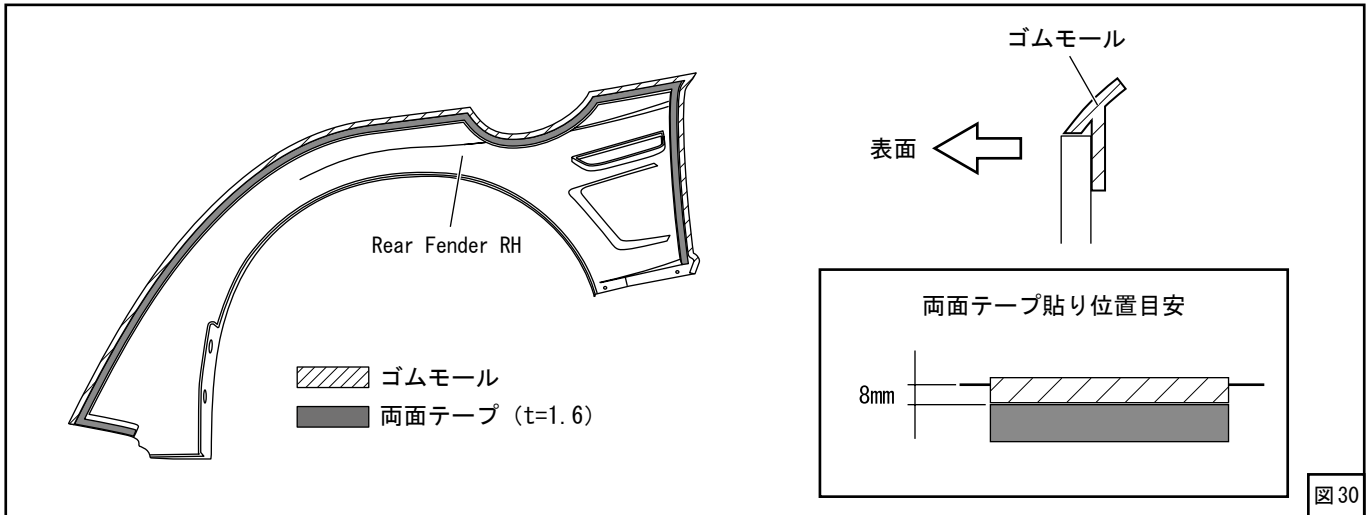

図30
(26) 貼付け箇所を脱脂して [Rear Fender RH] 裏面にゴムモールと両面テープを貼付けてください。(図30) それぞれ図30を参照してカットして使用してください。